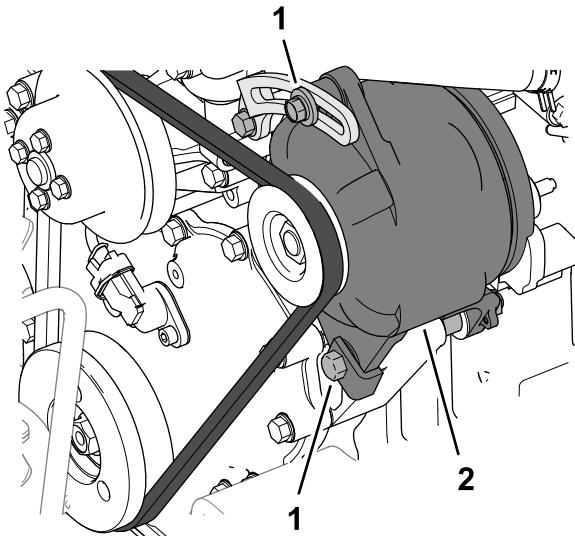

Figure 103
5. Si ce n'est pas le cas (flèche supérieure ou inférieure à 10 mm), desserrez les boulons de fixation de l'alternateur (Figure 103).